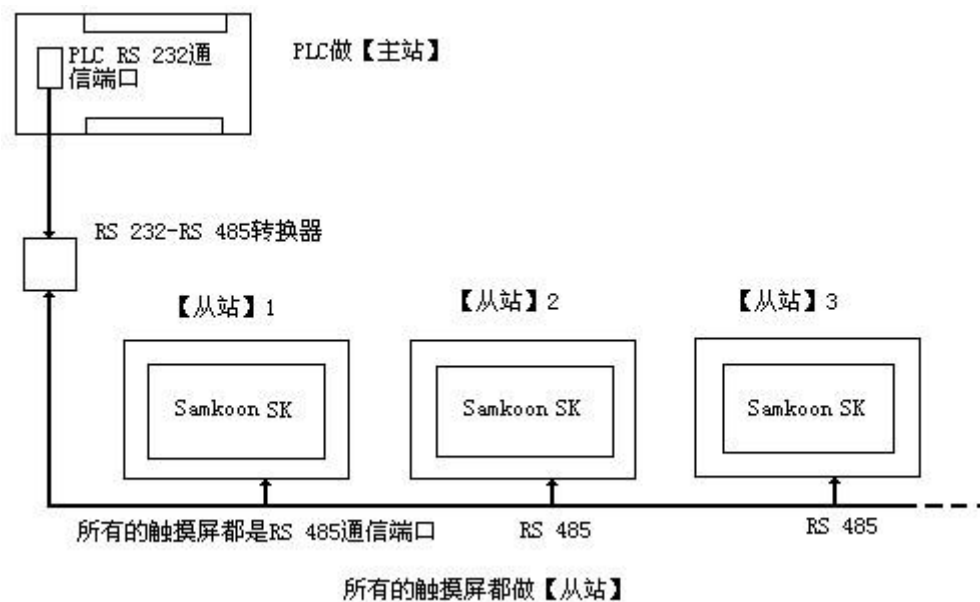
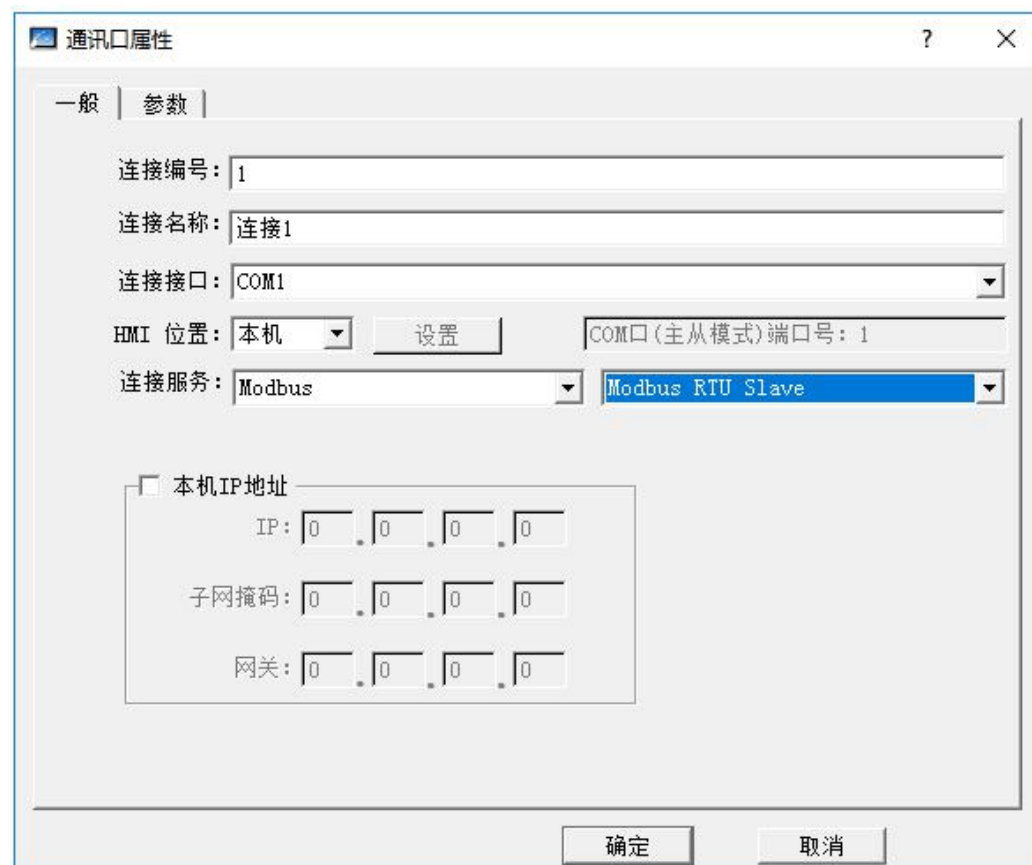
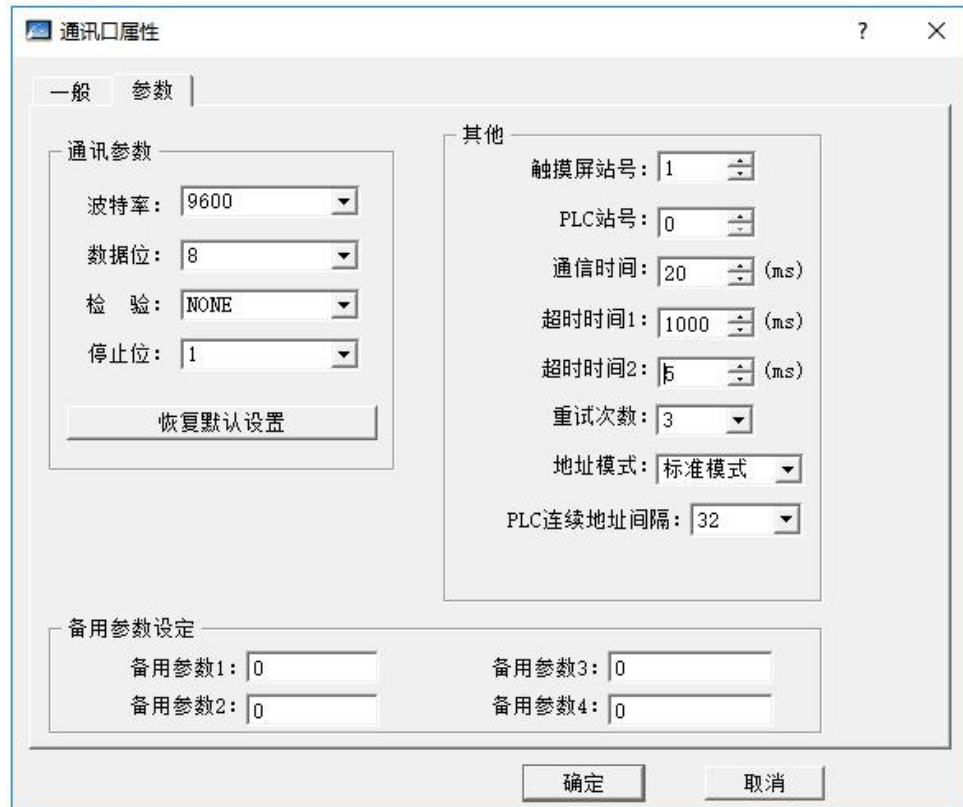

图 8-1 PLC(RS232)做【主站】的“一机多屏”连接示意图
图 8-2 选择 Modbus 协议，并选择做【从站】
图 8-3 分配 HMI 的站地址
1. 连接 PLC 的通信口为 RS232，连接方式和系统设置如下图 8-1，图 8-2，图 8-3 所示：
PLC 的通信端口为 RS485 时, 由于 HMI 都是做【从站】, 系统设置与通信口为 RS232 时的设置一样, 可以参照图 8-2 和图 8-3 所示来操作。
做从站的 HMI 的系统设置可以参照图 8-2 和图 8-3 所示来操作。